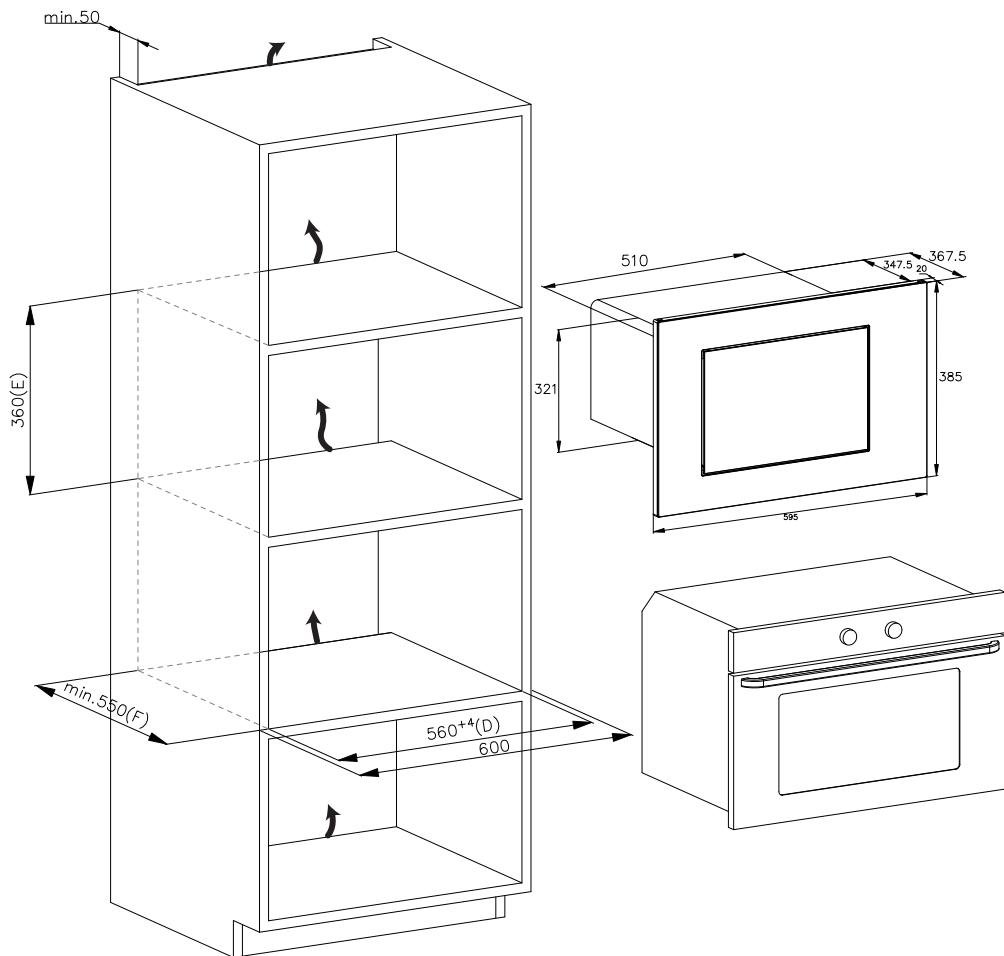

Rys. 4
- d) Użyj śrub z opakowania, aby zamocować kuchenkę mikrofalową w szafce. (Rys. 4)